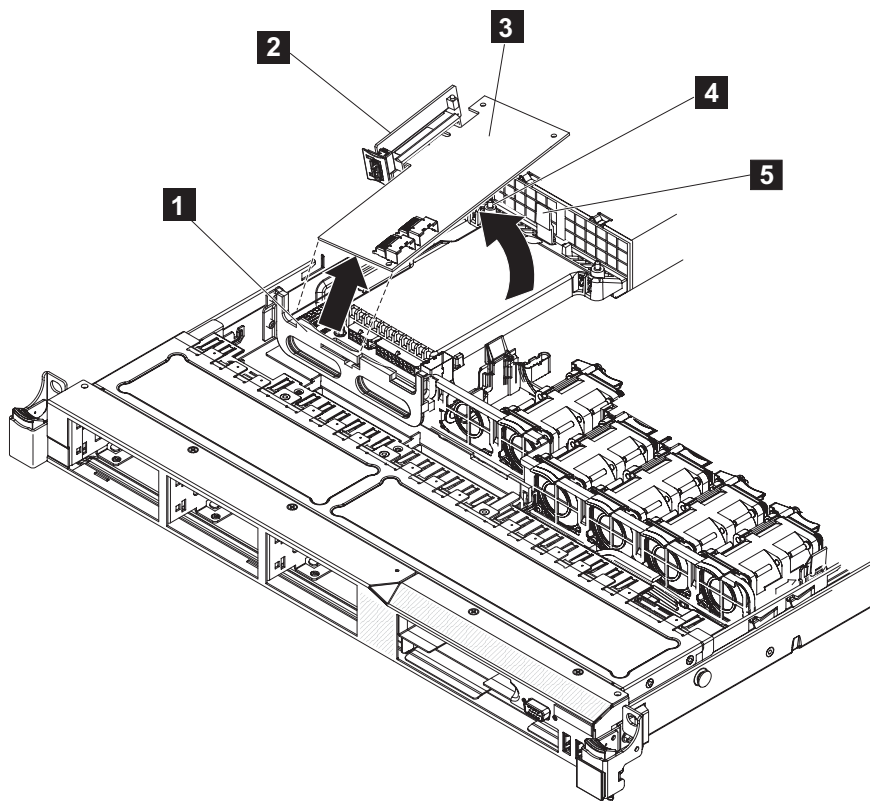

図 205. ディスク・コントローラーの前面保持ブラケットを外して、ライザー・アセンブリーとディスク・コントローラーを取り外す
11. ディスク・コントローラーと USB ライザー・カード・アセンブリー (**2**) がシステム・ボード上のコネクタから外れるまで、ディスク・コントローラー (図 205 の **3**) を引き上げます。